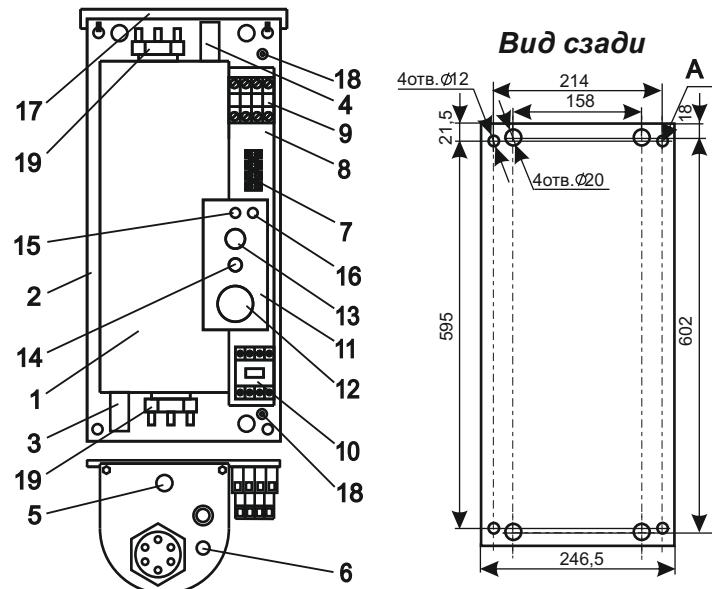

Рисунок 1 (кожух не показан):
4.1 Приборы ЭВАН-С1 -3; -4; -5; -6; -7,5; -9; -12; -15; -18; -24; -30 в соответствии с рис. 1 состоят из следующих основных частей:
- котла (1) с входным (3) и выходным (4) патрубками G 1¹/₄, датчиком терморегулятора (6), аварийным самовозвратным термовыключателем (5), отключающим прибор при 92° С, и блоками трубчатых электронагревателей (ТЭН) (19);
- панели (2) с зажимом заземления (18) для подключения защитного проводника РЕ;
- кронштейна (8) с размещенными на нем зажимом клеммным (7) для подключения циркуляционного насоса и датчика температуры воздуха, пускателем (10), элементами управления